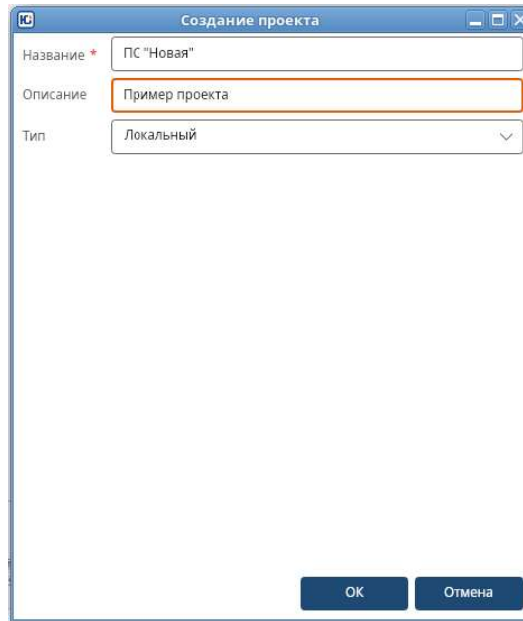

Рис. 6
- В окне **«Создание проекта»** (Рис. 6) заполнить поля **«Название *»**¹ и **«Описание»**;